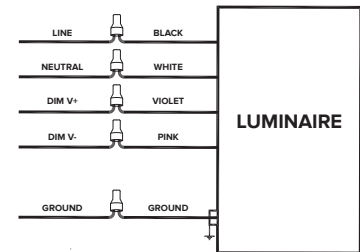

Fig 6
**Risk of fire.** Universal voltage driver permits operation at 120V to 347V, 50 or 60 Hz. For 0-10V dimming, follow the wiring instructions in fig 6.
**Risque d'incendie.** Le pilote de tension universel permet un fonctionnement de 120 V à 347 V, 50 ou 60 Hz. Pour une gradation 0-10 V, suivez les instructions de câblage de la fig 6.